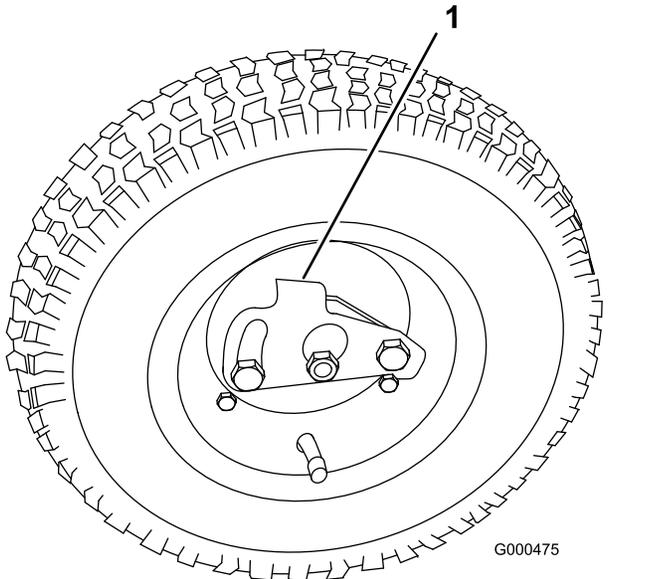

图10
2. 将行走轮锁定夹压向轮的中心，然后将行走轮滑到六角轴上（图10）。